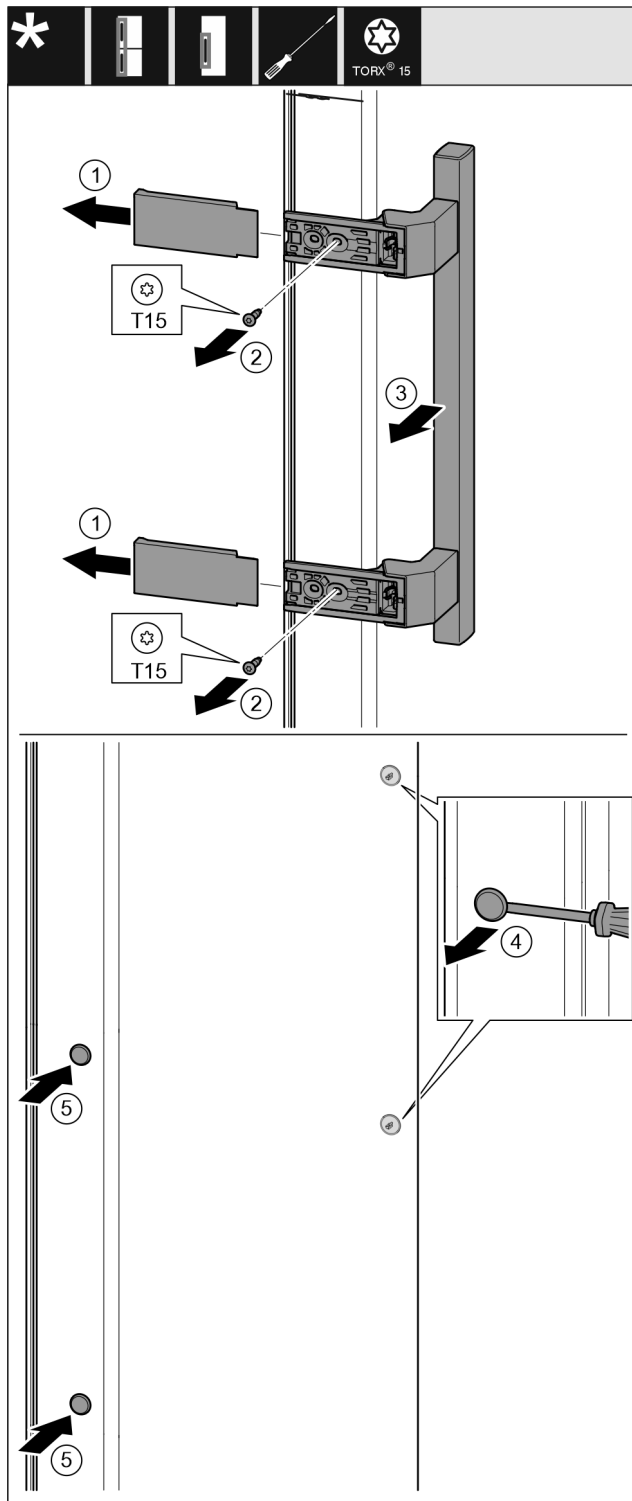

Fig. 17
- ▶ Zdjąć osłonę. Fig. 17 (1)
- ▶ Śruby wykręcić przy pomocy śrubokręta T15. Fig. 17 (2)
- ▶ Zdjąć uchwyt. Fig. 17 (3)
- ▶ Boczną zatyczkę ostrożnie podważyć przy pomocy śrubokręta i wyjąć. Fig. 17 (4)
- ▶ Zatyczkę założyć ponownie z drugiej strony. Fig. 17 (5)